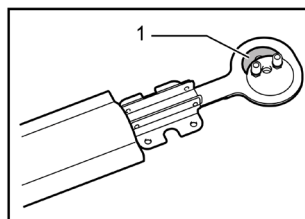

Рис. 4
- Нанесите немного смазки на основание нового ножа (Рис. 4,5)